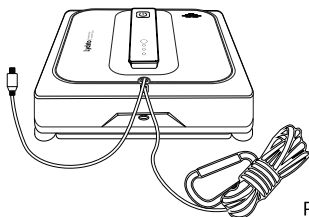

Рисунок 1
Правильно прикрепите тряпку к нижней части фюзеляжа, следя за тем, чтобы не заблокировать приводное колесо и датчик защиты от падения. (Рисунок 1, 2, 3)
- Вставьте L - образный разъем (разъем C) в интерфейс питания робота и затяните гайку. (Рисунок 1).
- Проверьте, сломан ли предохранительный трос и прочно ли соединение с роботом. (Рисунок 1)